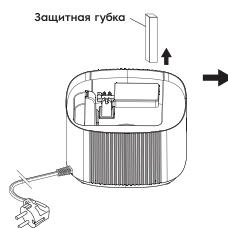

Рис.3.
**Внимание!** При первом использовании, пожалуйста, удалите защитную губку под поплавком-контроллером уровня воды (см. рис. 3).
- Налейте чистую воду непосредственно в емкость для воды. Уровень воды не должен превышать отметку MAX внутри резервуара (рис. 3).